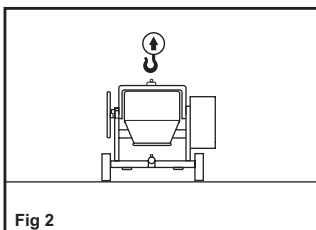

Fig 2
- Pour avoir accès au point de levage tourner le tambour la cuve vers le bas (Fig2)